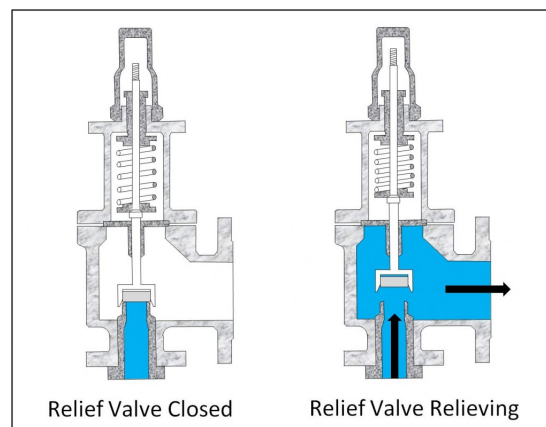

FIGURE 1 – Principe de fonctionnement d'une PSV.
**Fonctionnement d'une PSV** Le fonctionnement d'une valve de sécurité est assez simple et est illustré à la figure 1. Lorsque la pression atteint la pression de tarage, la PSV "s'ouvre" pour diminuer la pression.